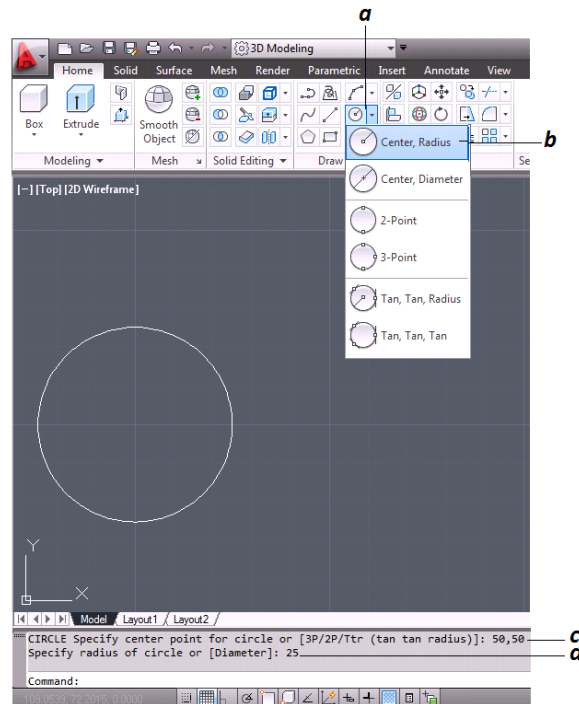

Figura 3.19 Creación de Entidades “Circulo”
Ahora se creara un círculo (*figura 3.19*) a partir del comando Círculo [C], con la herramienta Centro, Radio [Center, Radius].
- a. Se selecciona la herramienta Círculo de la barra de herramientas (*figura 3.19*).
- b. Se selecciona la herramienta Centro, Radio (*figura 3.19*).
- c. La coordenada que fungirá como centro es 50,50 (*figura 3.19*).
- d. Ahora se pide seleccionar el Radio de nuestro círculo se ingresa que es de 25 y se da enter (*figura 3.19*).
- e. Se tiene un círculo de $R=25$ (*figura 3.19*).